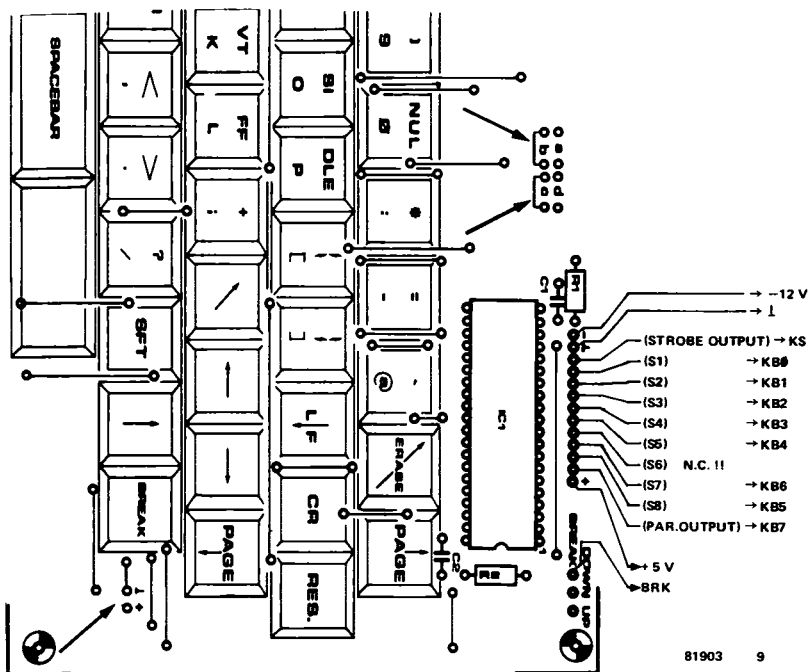

Bild 9. Die Drahtbrücken und Anschlüsse der ASCII-Tastatur.
- Die Verbindungen b und c werden hergestellt; ein Kontakt der BRK-Taste wird an Masse gelegt (siehe Bild 9).
- Der Aufdruck auf der Tastaturplatine kennzeichnet nicht die einzelnen Ausgänge des ICs. Die Bezeichnungen sowie die entsprechenden Anschlüsse auf der Videointerface-Platine können jedoch Bild 9 entnommen werden. Zu beachten ist, daß nicht S6, sondern S8 mit Anschlußpunkt KB5 des Elekterminals verbunden wird. Dadurch erzeugt die Tastatur beim Drücken einer Buchstabentaste automatisch den ASCII-Kode des betreffenden Großbuchstaben; eine der beiden SFT-Tasten braucht nicht gedrückt zu werden. Der Zeichengenerator des Videointerface setzt nämlich nur große Buchstaben auf den Bildschirm. Ferner darf die -12 V-Leitung nicht fehlen!
ten mit den beiden Hardwaretasten PAGE ↑ und PAGE ↓ der ASCII-Tastatur, so daß sich die Anzahl der Leitungen zwischen Videointerface und Tastatur um zwei erhöht. Der Anschluß "DOWN" der Tastatur wird mit Punkt "P↓" der Videointerface-Platine verbunden, Anschluß "UP" wird an Punkt "P↑" gelegt. Siehe hierzu Bild 9 und Bild 10.